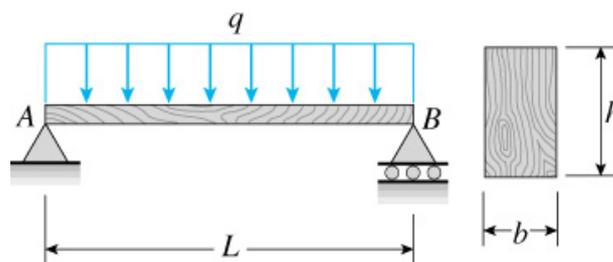

Figura 19 – Viga de madeira simplesmente apoiada submetida a um carregamento uniformemente distribuído. (Gere, 2003).
4. Uma viga de madeira simplesmente apoiada AB com um vão de comprimento $L=3,75\text{ m}$ está submetida a um carregamento uniforme de intensidade $q=6,4\text{ kN/m}$ como apresenta a Figura 19. Calcule a tensão de flexão máxima σ_{max} no cabo devido ao carregamento q caso a viga tenha uma seção transversal retangular com largura $b=150\text{ mm}$ e altura $h=300\text{ mm}$.